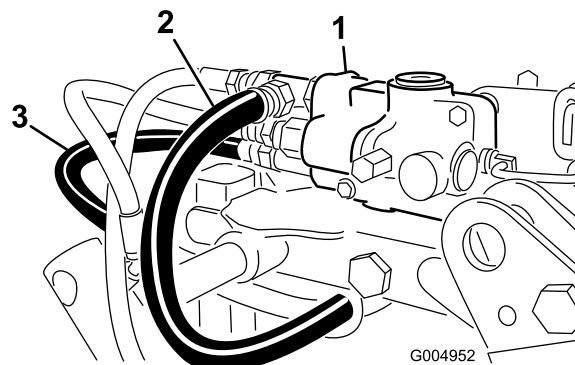

Figure 91
35. Acheminez et branchez les flexibles de pression et du réservoir hydraulique au distributeur (Figure 91).